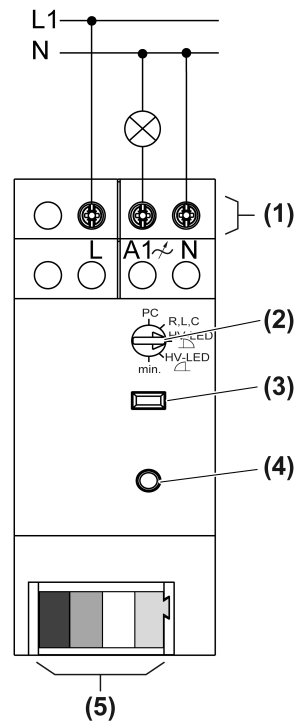

Figura 2: Schema di collegamento
- Collegare il carico come da schema di collegamento (Figura 2)